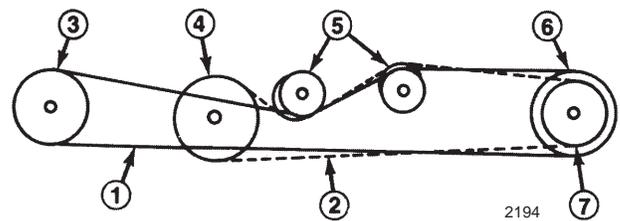

Bild 30
Gehen Sie, um einen Fahrtriebs- oder Zwischenwellenriemen auszutauschen, wie folgt vor und orientieren sich dabei am Riemenverlegungsbild (Bild 30).
5. Bringen Sie die Riemen an und verlegen den Fahrtriebsriemen über dem Getriebe, siehe Bild 30.